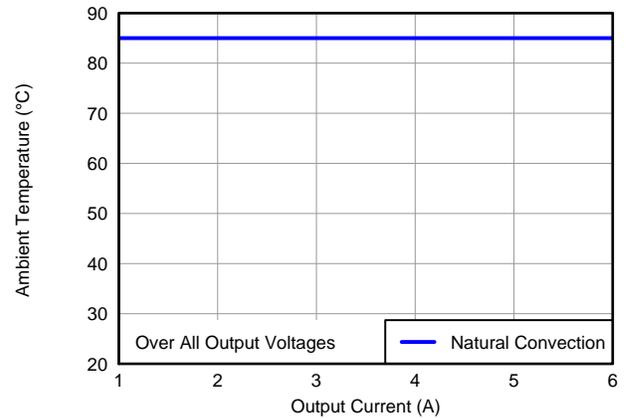

Figura 9. Área de operação segura
- (2) As curvas apresentadas em função da temperatura representam as condições nas quais os componentes internos estão dentro ou abaixo das temperaturas máximas de operação estabelecidas pelo fabricante. Os limites de alteração se aplicam a dispositivos soldados diretamente em uma PCB dupla de 100 mm x 100 mm com 1 onça (228 gramas) de cobre. Aplica-se à Figura 9.